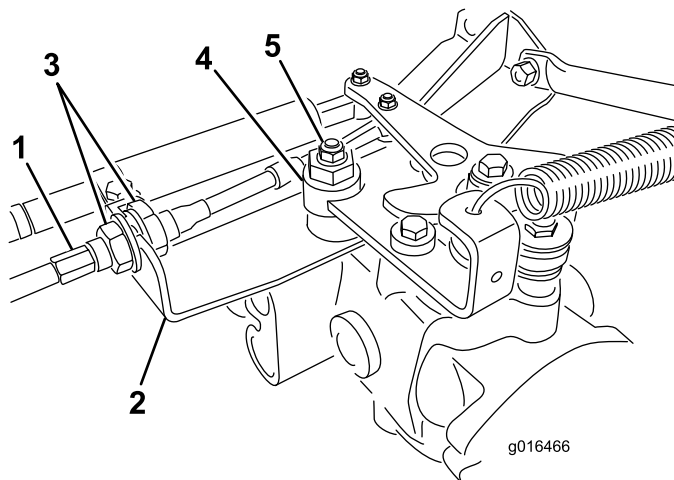

Figura 43
dell'igrostatato (Figura 43). Verificate che i controdadi siano ugualmente allentati, in modo sufficiente da consentire la messa a punto.
Nota: Allentate il dado che fissa l'eccentrico alla parte superiore dell'igrostatato (Figura 43).
- E. Quando la ruota cessa di girare, serrate il dado di bloccaggio dell'eccentrico per mantenere la messa a punto (Figura 43).
- G. Da ambo i lati della piastra serrate in modo uniforme i dadi che fissano il cavo di trazione alla piastra (Figura 43). Non torcete il cavo.